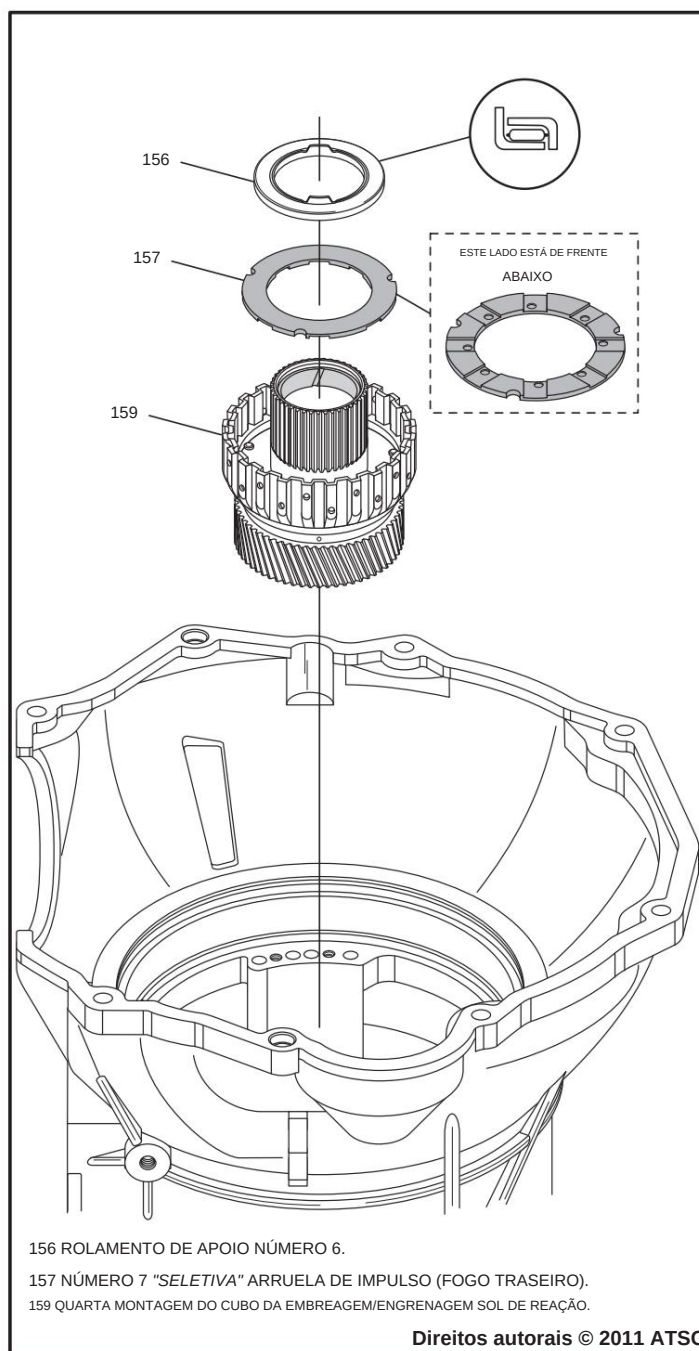

Figura 144
12. Certifique-se de que a arruela de encosto seletiva número 7 e o rolamento de encosto número 6 no cubo da 4ª embreagem pré-montado/engrenagem solar de reação ainda estejam assentados corretamente e instale o conjunto na transmissão girando-o para a posição (consulte a Figura 144).